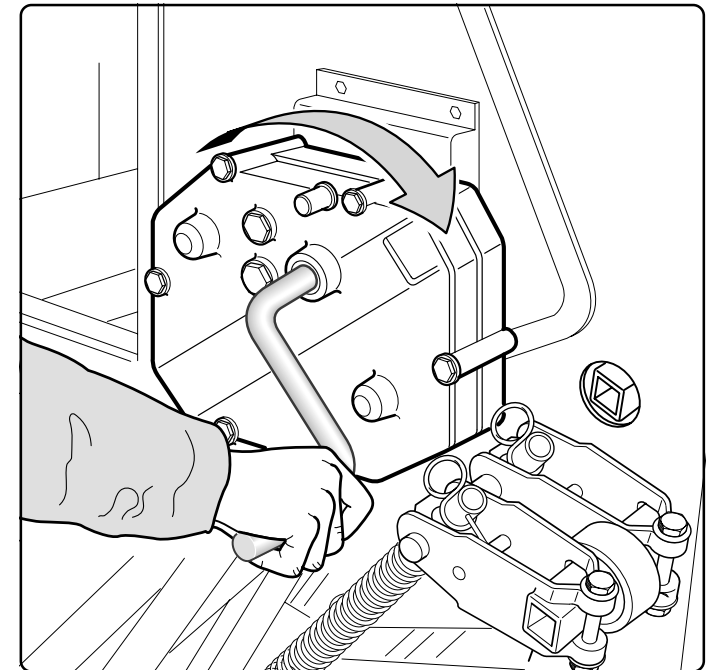

Fig. 33
- Inserire la manovella (Fig. 33) nell'alberino del cambio e girare in
- *insérer la manivelle (Fig. 33) dans l'arbre de la boîte de vitesse et tourner*
- Insert the crank (Fig. 33) on the speed change gear shaft and rotate clockwise.
- die Kurbel (Abb. 33) in die Getriebspindel einsetzen und im Uhrzeigersinn drehen.
- insertar la manivela (Fig. 33) en el árbol del embrague y girar en el sentido dextrorso;